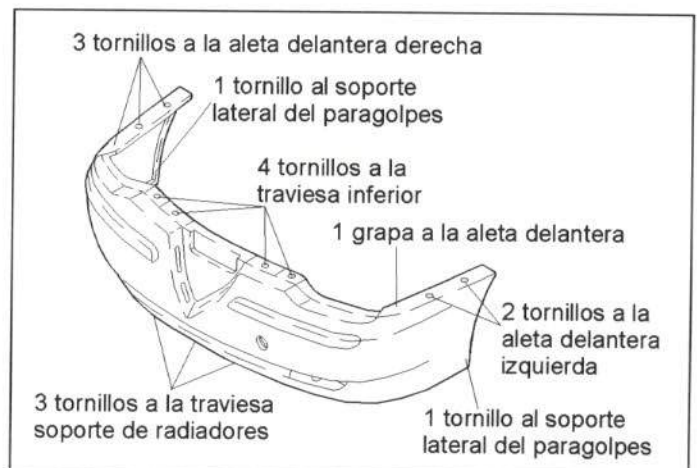

Figura 17.- Unión del paragolpes delantero
- Paragolpes delantero (figura 17).
En la figura 17 se presenta la unión del paragolpes delantero a la carrocería.
- Paragolpes (figura 17).